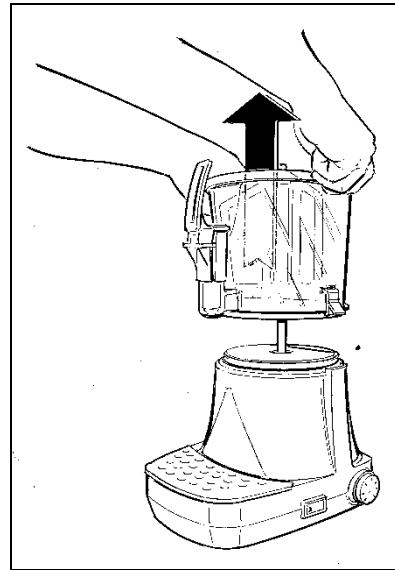
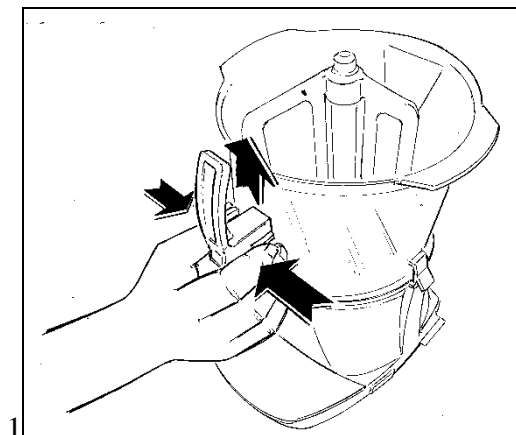

Fig. 1
Fig. 2
**I**nstale el equipo en una superficie horizontal y sólida obrando de tal forma que el bastidor del equipo esté bien aireado (al menos 20 cm de espacio libre, fig.1), instale el equipo en un ambiente seco y evite montarlo cerca de fuentes de calor. **L**a temperatura ambiente de uso de la máquina tiene que estar incluida entre los 24 y los 30°C (entre 75°F y 86°F).
- **U**tilizando dos asas, para no quemarse, sujete y levante hacia arriba el recipiente (A). Este último y el agitador (E) se soltarán automáticamente de su alojamiento (fig. 1).
- **E**nfríe el recipiente (A) (por ejemplo sumergiéndolo en agua fría).
- **D**esmonte el grifo de la cubeta presionando al mismo tiempo en las dos aletas de bloqueo y lo levante de forma que se extraiga de su asiento (fig.2).